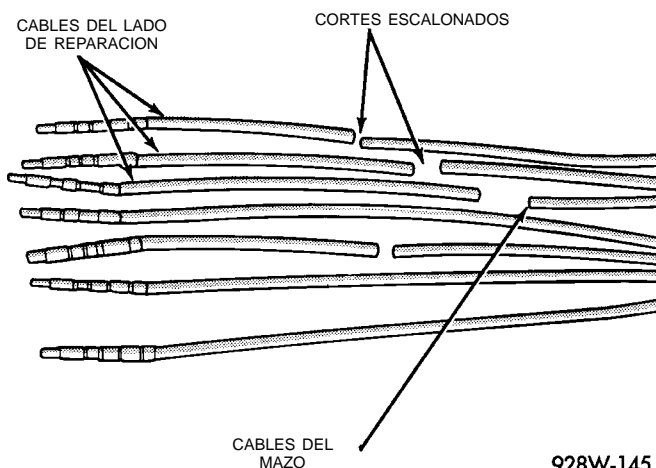

Fig. 20 Corte escalonado de cables
- (1) Desconecte la batería.
- (2) Desconecte el conector que debe repararse de su mitad/componente complementario.
- (3) Corte el cable del conector existente inmediatamente por detrás del aislador. Quite quince centímetros (6 pulgadas) de cinta del mazo.
- (4) Corte escalonadamente todos los cables del lado del mazo, a intervalos de 13 mm (1/2 pulgada) (Fig. 20).
- (5) Retire 25 mm (1 pulgada) de aislamiento de cada cable del lado del mazo.
- (6) Corte escalonadamente los cables complementarios del conjunto del conector en orden inverso al de los cortes efectuados en el lado del mazo. Incluya una longitud adicional para las conexiones soldadas. Verifique que la longitud total sea igual a la original (Fig. 20).